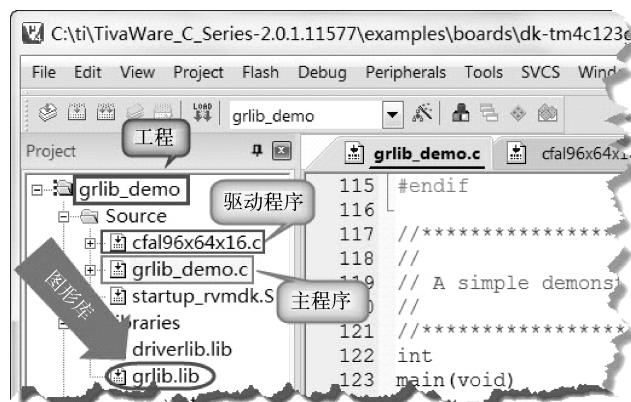

图 16-31 导入 grlib_demo 工程
2) 在 Keil4.73 中导入 C:\ti\TivaWare_C_Series-2.0.1.11577\examples\boards\dk-tm4c123g 目录下的 grlib_demo 工程, 如图 16-31 所示。